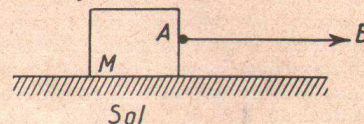

Fig. 2.
2) La figure 2 montre un corps M reposant sur le sol. Nous le tirons horizontalement par un anneau A, en exerçant une force de 250 grammes. Si nous convenons de représenter 100 grammes par 1 centimètre, l'effort est représenté par le vecteur AB, long de 25 mm. et horizontal.